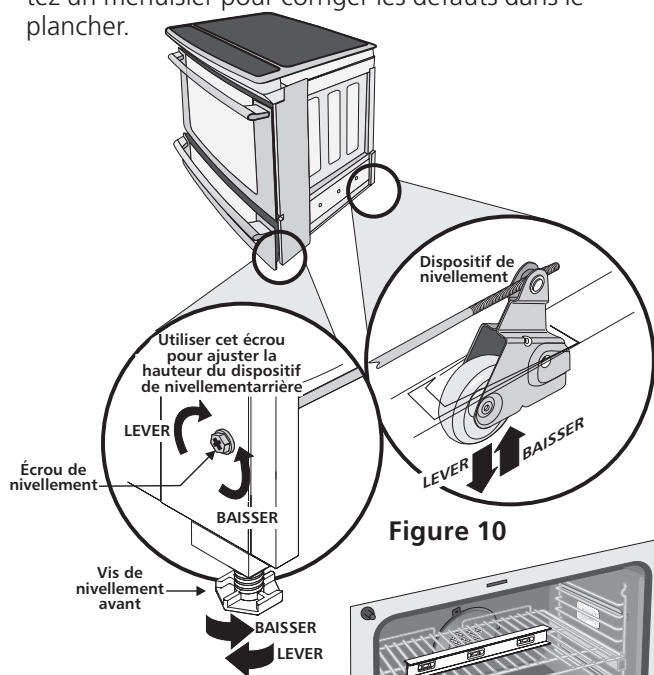

Figure 10
- Ajustez les pieds de l'appareil, comme décrit plus loin, jusqu'à ce que le dessous de la surface de cuisson s'appuie délicatement sur le dessus du comptoir et soit à niveau (Figure 10).